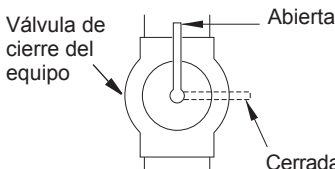

Figura 16 - Válvula de cierre del equipo
1. Cierre la válvula de cierre del equipo (consulte la figura 16).
1. Abra la válvula de cierre del equipo (consulte la figura 16, página 50).